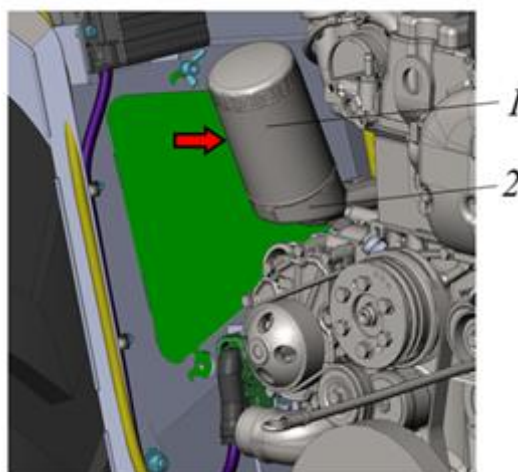

Рисунок 5.14. Расположение масляного фильтра на двигателе
- ▶ Отвернуть отработанный сменный фильтр 1 от корпуса масляного фильтра 2 (расположение фильтра на двигателе показано стрелкой), см. рис. 5.14.